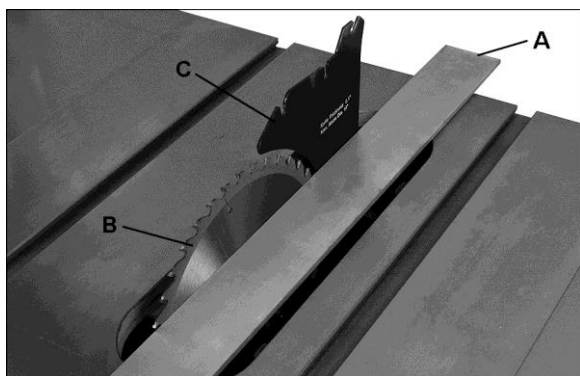

Рис. 20
2. Поместите линейку (см. рис. 20) на столе, так что бы край упирался в пильный диск (В, рис 20) и расклинивающий нож (С, рис. 20). Поверните пильный диск так, чтобы верхняя часть зуба пильного диска касалась линейки. Пильный